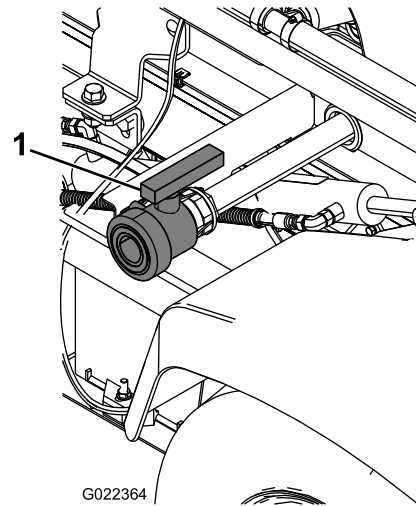

Bild 72
2. Ermitteln Sie das Ablassventil des Behälters an der linken Seite der Maschine (**Bild 72**).